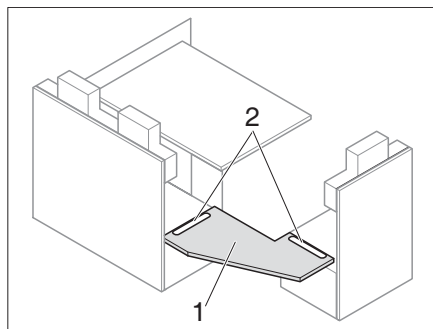
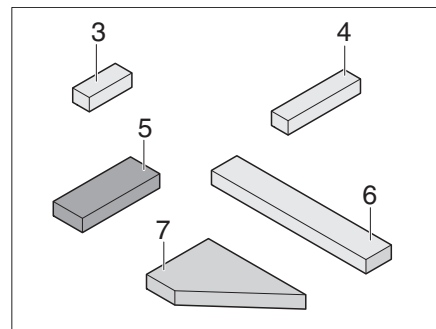
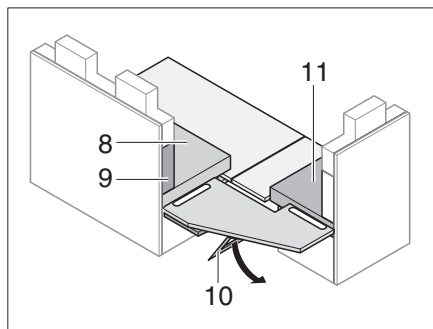
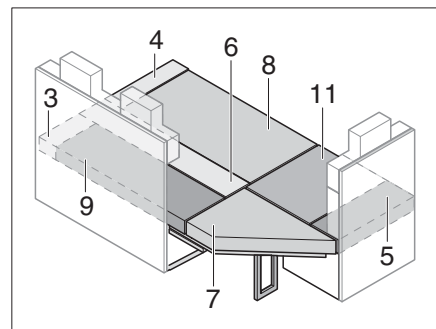

Fig. 161 Utilizar placa de refuerzo
Fig. 162 Cojín adicional
Fig. 163 Apoyar la placa de refuerzo
Fig. 164 Después de la transformación
- Insertar la placa de refuerzo (Fig. 161,1) en las ranuras (Fig. 161,2).
- Desplegar el apoyo (Fig. 163,10) debajo de la placa de refuerzo (Fig. 161,1).
- Colocar el cojín del asiento, el cojín del respaldo y los cojines adicionales como se muestra en Fig. 164 (los números de posición se refieren a Fig. 162 y Fig. 163).
- Desplegar las prolongaciones del banco (Fig. 161).